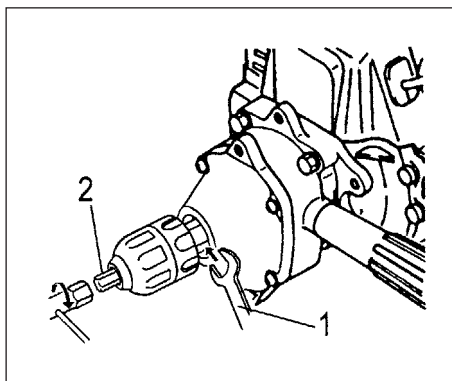

Fig. 2-7C
- instalar o aflojar el sin llaves bota, puso una 19 Mm llave grande (1) entre el caso engranado y bota para cerrar árbol motor. Instale la barra que cierra (2) en el estuche de herramientas en el bota, y entonces aprieta (a la derecha) la barra (2) con la llave grande encerrada de caja o afloja (a la izquierda). (Fig.2-7C)